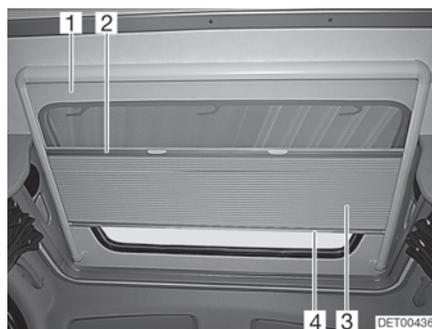

Bild 39 Dachfenster
Die faltverdunklung (Bild 39,3) ist mit dem Insektenschutz (Bild 39,1) fest verbunden.
- Die faltverdunklung in der Mitte des Abschluss-Stabes (Bild 39,4) fassen und vorsichtig nach unten ziehen.
Öffnen: ■ Die faltverdarkung am Abschluss-Stab (Bild 39,4) langsam zurückführen.
Schließen: ■ Den Insektenschutz in der Mitte des Abschluss-Stabes (Bild 39,2) fassen und vorsichtig ganz nach unten ziehen.
Öffnen: ■ Den Insektenschutz am Abschluss-Stab der faltverdarkung (Bild 39,4) langsam zurückführen.